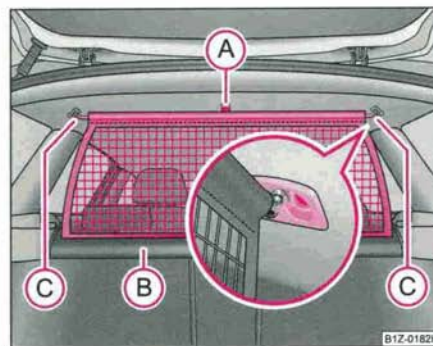

Fig. 87 Dérouler le filet de séparation
- Tirez la tige transversale un peu vers l'arrière d'abord sur un côté puis sur l'autre et enlever la tige transversale des supports (C) ⇒ page 102, fig. 87.
- **Maintenez** la tige transversale de sorte que le filet de séparation s'enroule lentement dans le boîtier (B) sans s'abîmer.